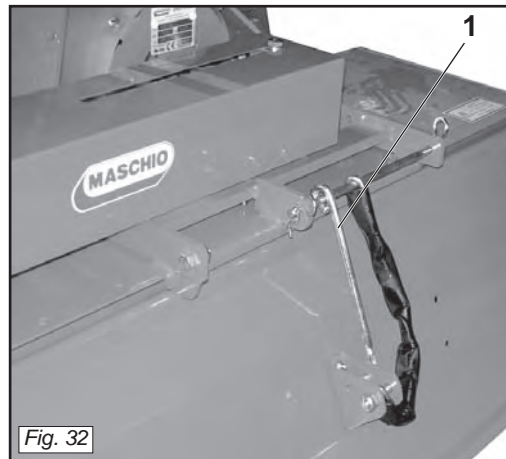

Fig. 32
- 2) Nel caso che la macchina sia dotata di catena, posizionare l'asta antiribaltamento come in figura (1 Fig. 32).
- 2) *If the machine has a chain, position safety rod as shown in the figure (1 Fig. 32).*
- 2) Si la machine est dotée d'une chaîne, placer la tige anti-retournement comme dans la figure (1 Fig. 32).
- 2) *Falls die Maschine mit Kette ausgerüstet ist, muss die Kippschutzstange wie in der Abbildung (1 Abb. 32) angeordnet werden.*
- 2) Si la máquina posee cadena, posicionar la barra antivuelco como se ve en la figura (1 Fig. 32).